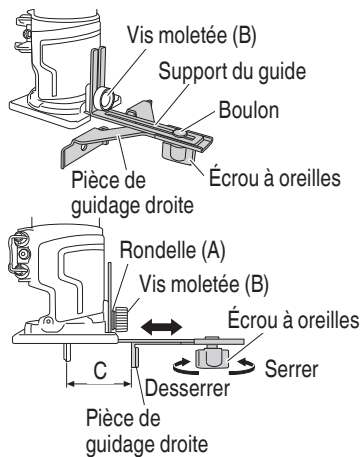

Fig. 20
- (1) Mettre en place la pièce de guidage droite avec la vis moletée (B) sur l'ensemble de la base et la fixer.
- (2) Régler la longueur "C" du foret à la surface de la pièce de guidage droite en desserrant l'écrou à oreilles et en déplaçant la pièce de guidage droite au besoin. (Fig. 20)